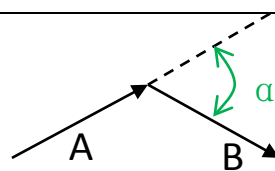

图 6.2 拐角示意图
- 拐角速度比例：拐角速度比例影响割炬移动时的加减速。如图 6.2 所示，A 切割线的末点的切线方向和 B 切割线的初点的切线方向的夹角 α ，以及拐角速度比例共同决定了割炬在经过两条切割线交点时的过渡速度，假如正常的切割速度为 V ，夹角为 α (角度)，拐角速度比例为 h ，则割炬在两线交点时的过渡速度 V_x 为：